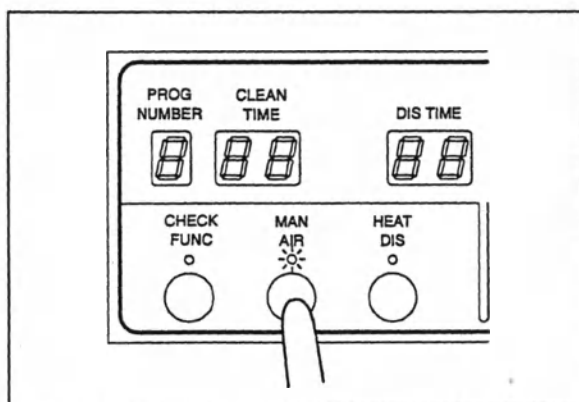

Рис. 4.11
5. На вспомогательной панели управления нажмите кнопку «MAN AIR» (см. рис. 4.11).